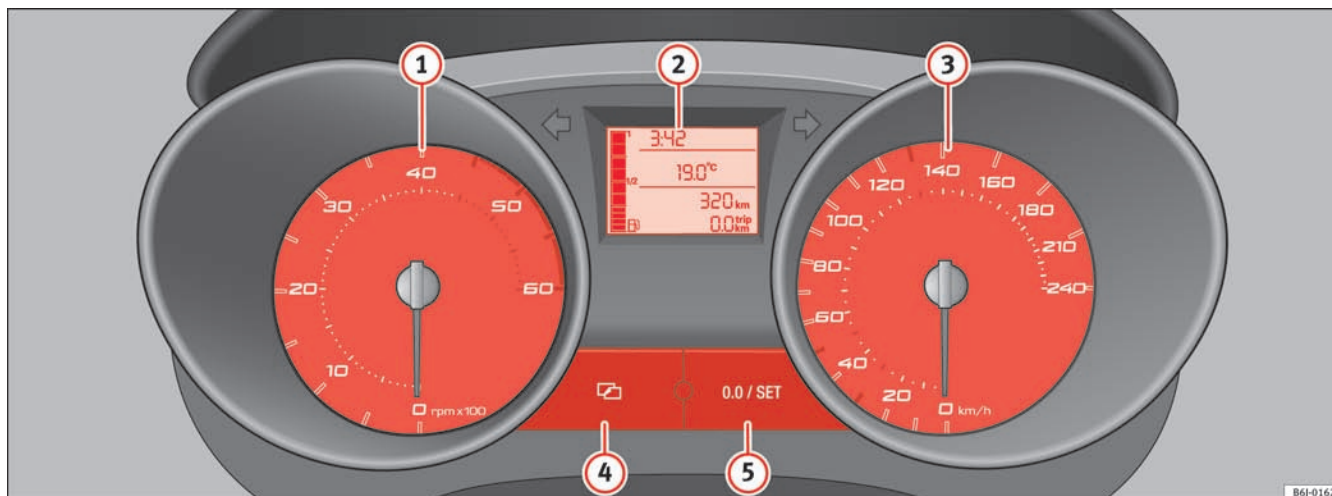

Fig. 28 Udsnit af instrumentpanelet: kombiinstrument
Begyndelsen af det røde område ⇒ side 49, fig. 28 ① markerer det maksimalt tilladte motoromdrejningstal ved driftstemperatur. Før du når dette område, bør du skifte til næste højere gear, vælge gearvælgerposition D eller flytte foden fra speederen.
- Tryk på knappen ④ ⇒ side 49, fig. 28 for at indstille klokkeslættet. Optionen Stunden (timer) blinker i displayet og indstilles med knappen ⑤ set ⇒ side 49, fig. 28. ▶
- Tryk igen på knappen ④, og vælg Minuten (minutter) for at indstille minutterne. Minutterne indstilles med knappen ⑤ set.
Den nederste tæller registrerer de korte strækninger. Det sidste ciffer skifter for hver 100 m. Triptælleren kan nulstilles ved at trykke på nulstillings-knappen ⇒ side 49, fig. 28 (5).